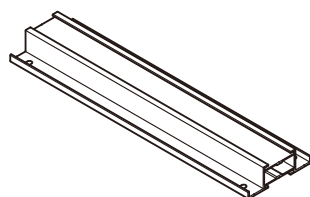

図6-4 連棟用腕木
- 連棟する際は、中央の柱(間柱)には連棟用腕木を差込んでください。(図6-4参照)